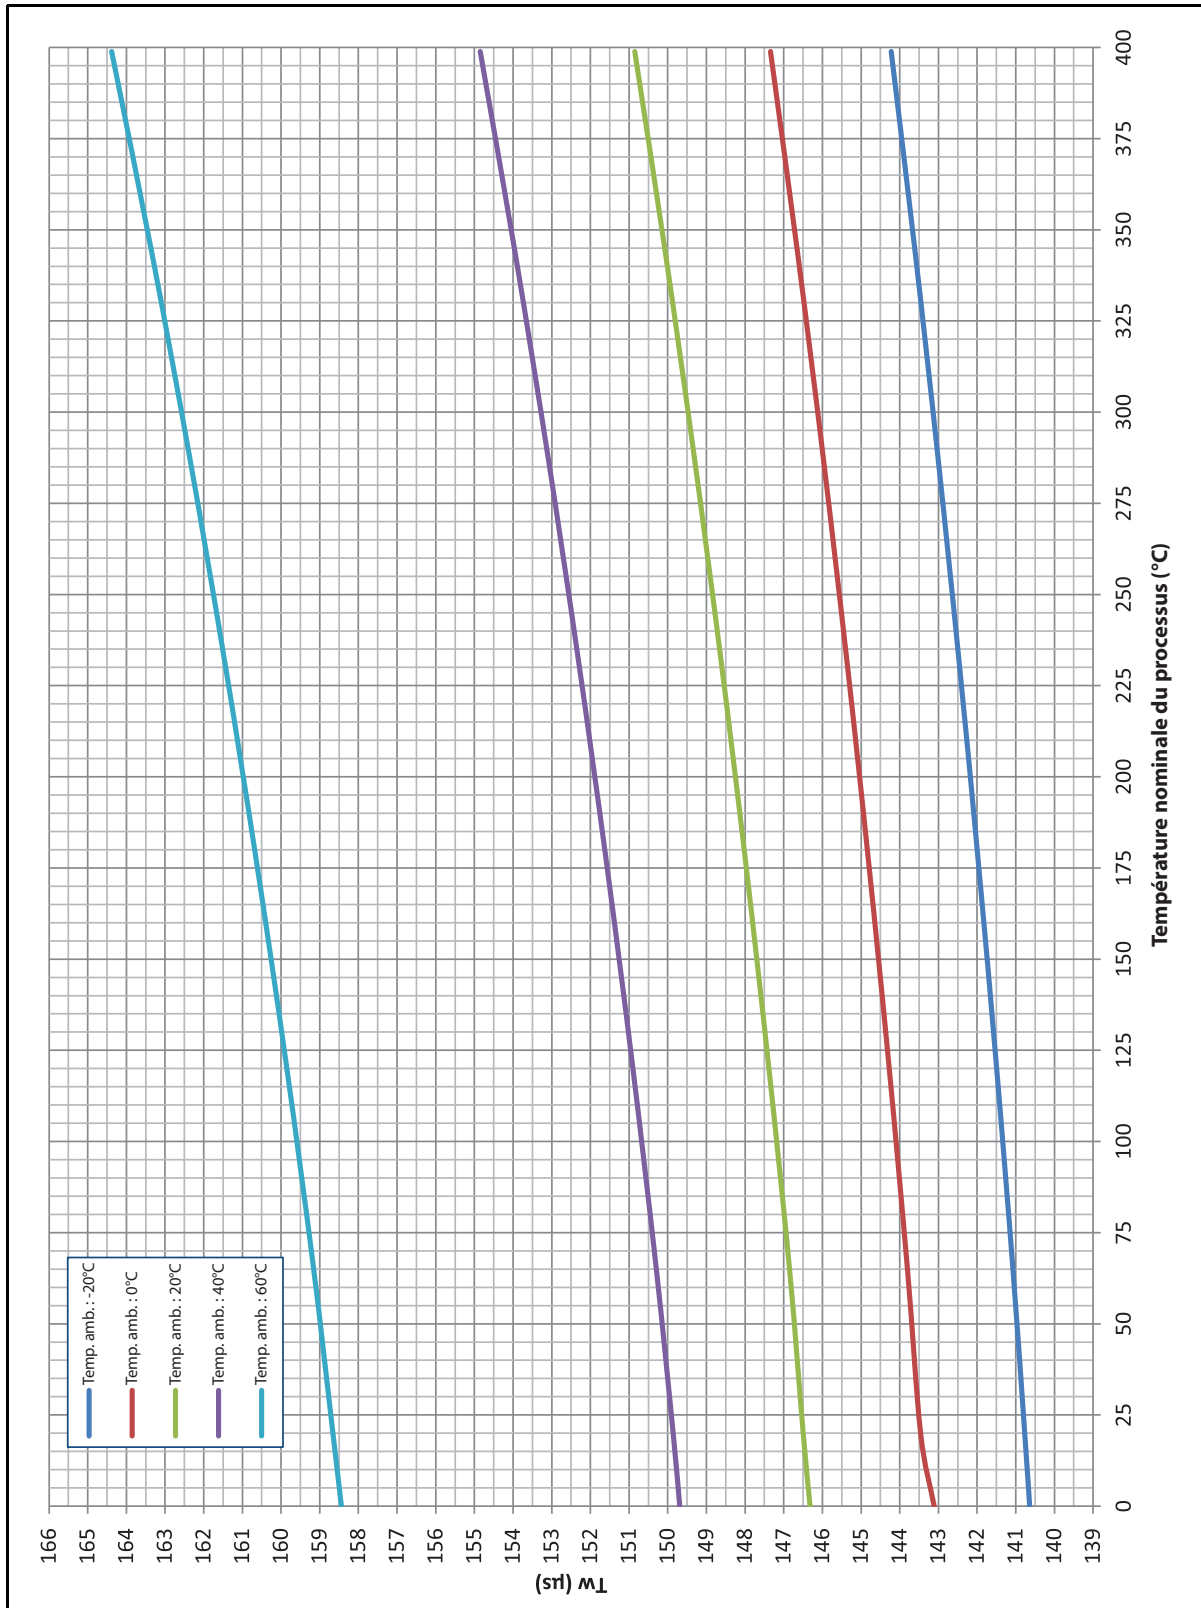
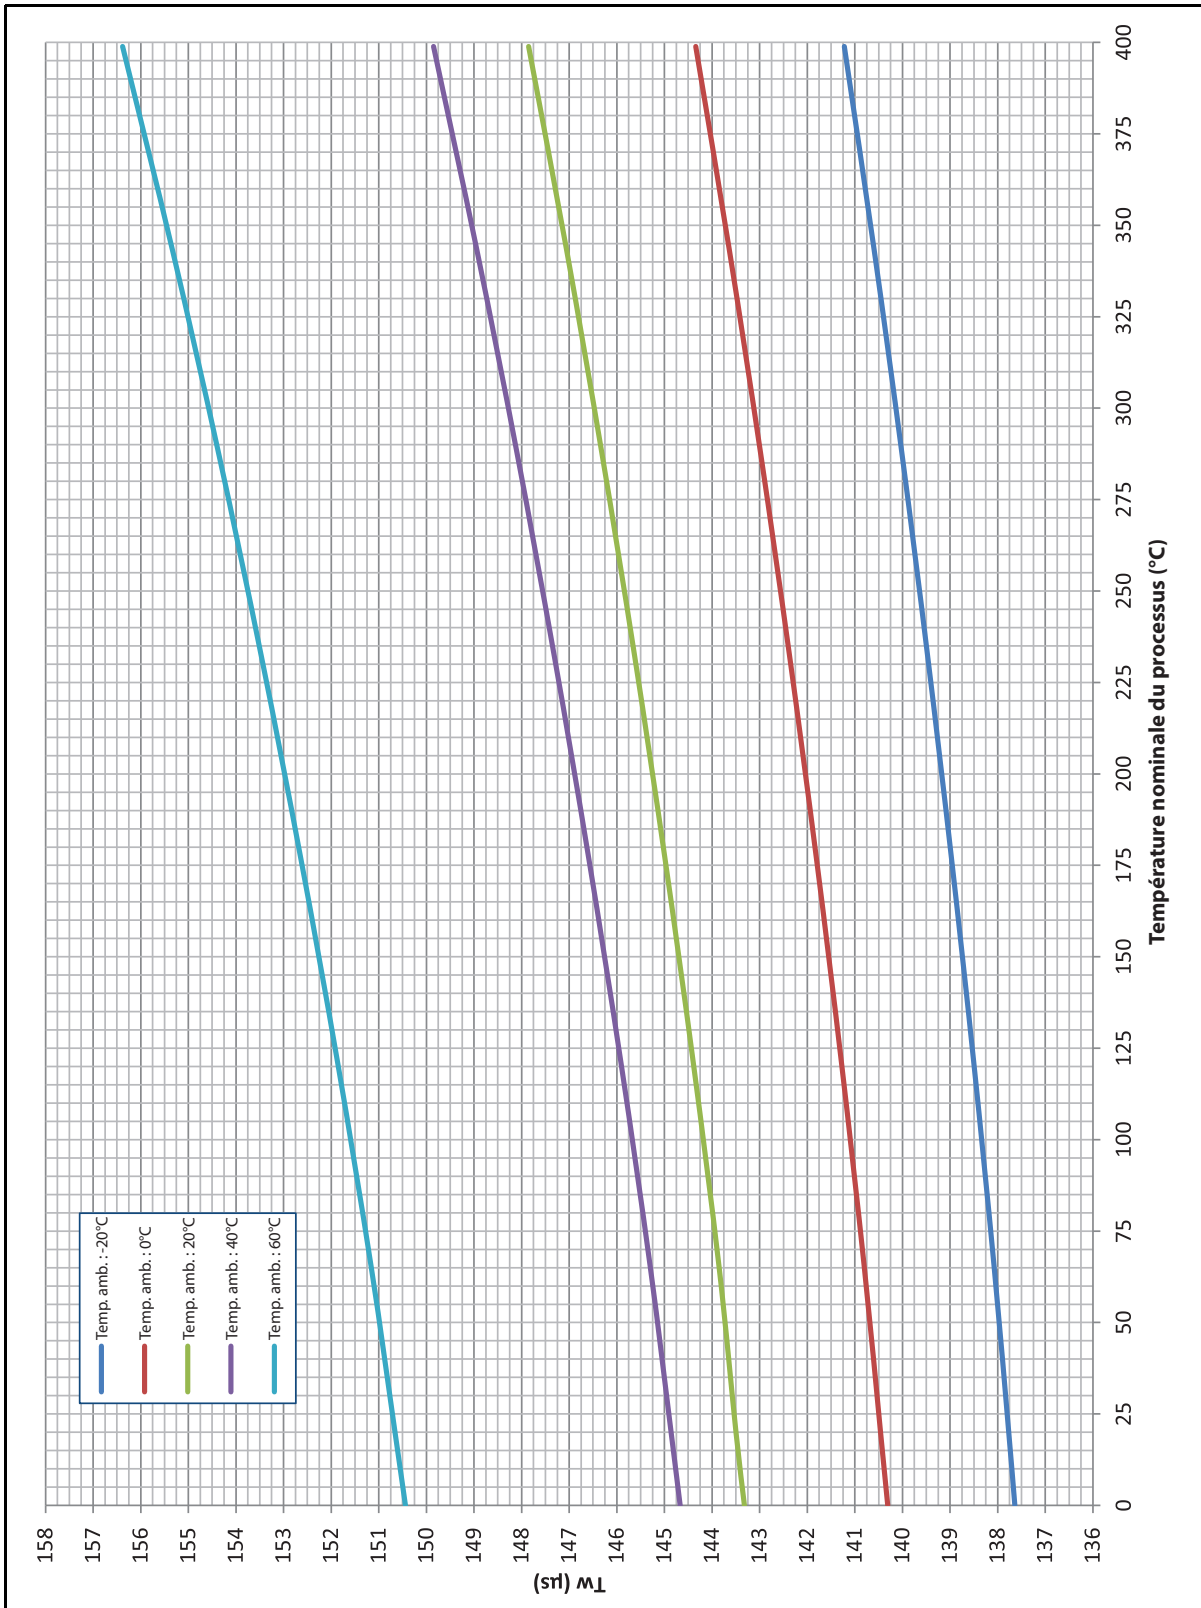

Figure 5: graphique n° 1: T_w pour les transducteurs de 0,5 MHz
Figure 6: graphique n° 2 : T_w pour les transducteurs de 1,0 MHz
- **Tw** : la valeur Tw (time in wedge) est déterminée à partir de la fréquence du transducteur, la température nominale du processus et la température ambiante à l'aide du graphique n° 1 (Figure 5 on page 8) pour un transducteur de 0,5 MHz ou du graphique n° 2 (Figure 6 on page 9) pour un transducteur de 1,0 MHz.